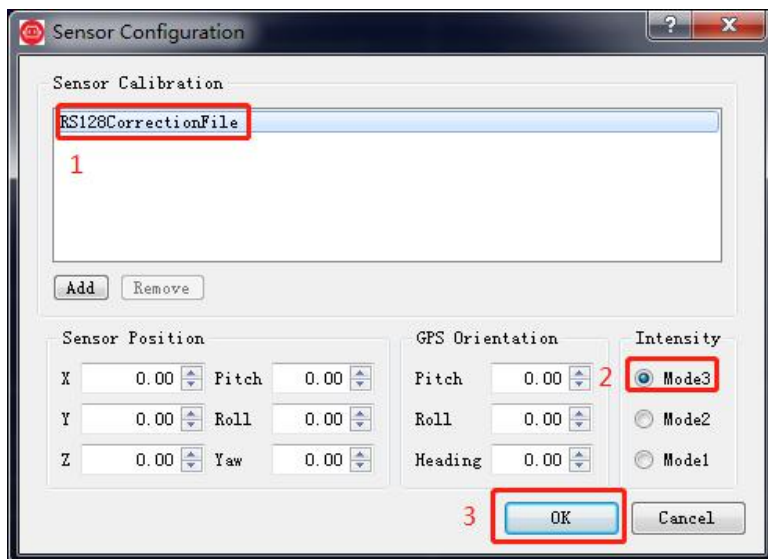

图 D-2 选择 RS-Ruby Lite 参数配置文件
4. 在弹出的 **Sensor Configuration** 窗口中，选择 RS Ruby “Type of Lidar” 勾选 RS Ruby，“Intensity” 选择 Mode3,之后点击 “OK” 即可，如下图 D-2 所示：